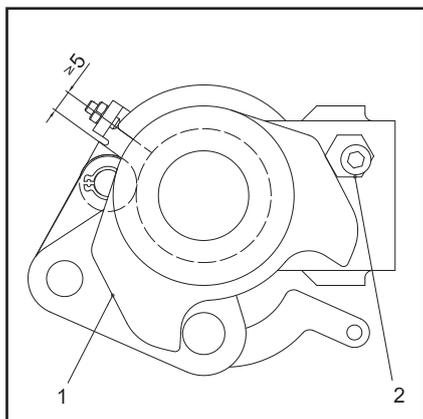

Рис. 9.7
11. В конечном положении „ОТКЛ“ шайбного привода шайба с отверстиями (рис. 9.7/2) должна лежать на эксцентричном упоре (рис. 9.7/2).